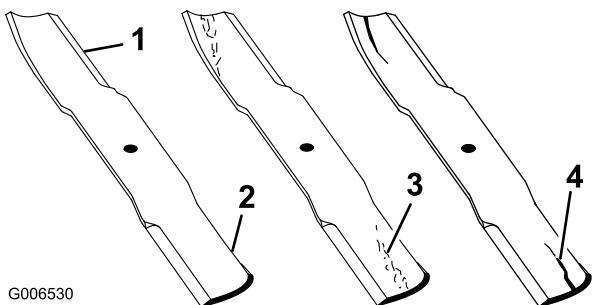

Figure 63
1. Examinez le tranchant des lames (Figure 63). Si les lames ne sont pas tranchantes ou si elles présentent des indentations, déposez-les et aiguisez-les (voir Aiguisage des lames).
2. Inspectez les lames, surtout la partie relevée (Figure 63). Remplacez immédiatement toute lame usée, endommagée ou qui présente une entaille (repère 3 de la Figure 63).